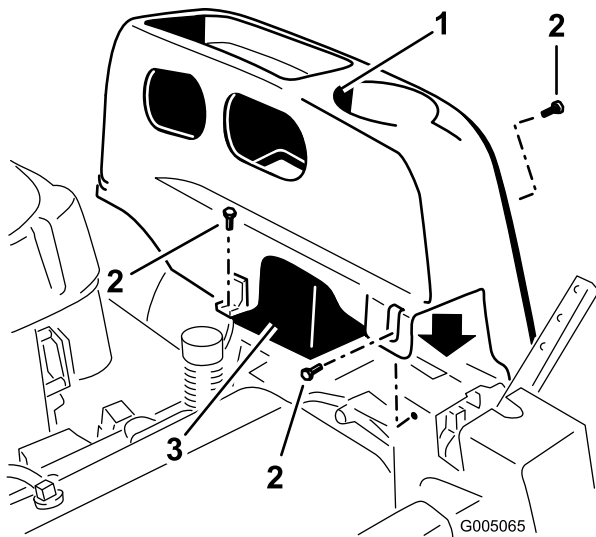

Figura 20
2. Retire los tornillos TORX® (T25) que sujetan la cubierta izquierda al bastidor, según se muestra en Figura 20.